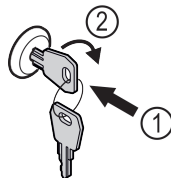

Fig. 169
- ▶ Inserire la chiave. Fig. 169 (1)
- ▶ Ruotare la chiave di 90° in senso orario. Fig. 169 (2)